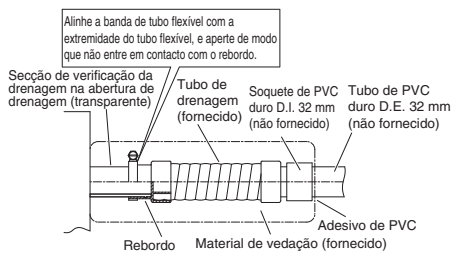

Fig. 3-9
- (1) Prepare um tubo PVC duro padrão (diâmetro exterior de 32 mm) para a drenagem e utilize o tubo de drenagem e banda de tubo flexível fornecidos para prevenir vazamentos de água. O tubo PVC deve ser comprado separadamente. A abertura de drenagem transparente da unidade permite a verificação da drenagem. (Fig. 3-9)
- Insira o tubo de drenagem até que entre em contacto com o soquete, como mostrado na Fig. 3-9 e, em seguida, fixe-o firmemente com a banda de tubo flexível.
- Aperte as braçadeiras de tubo flexível de modo que as suas contra-porcas fiquem viradas para cima. (Fig. 3-9)